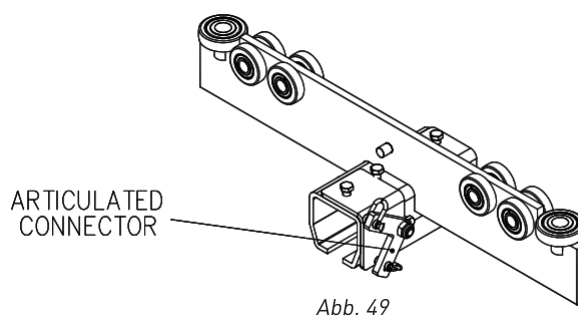

Abb. 49
Schritt 12: Das Drahtseilende mit dem Schäkel des Gelenkverbinders verbinden (Abb. 49).